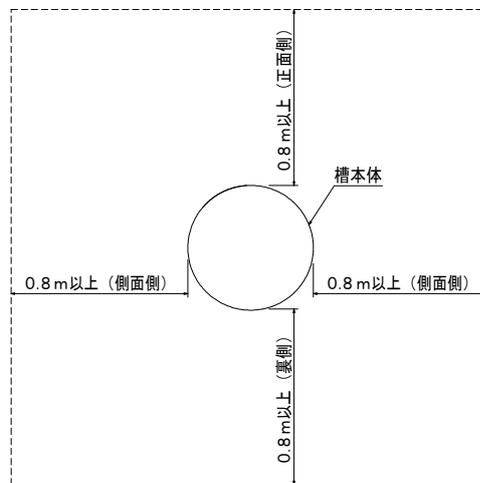
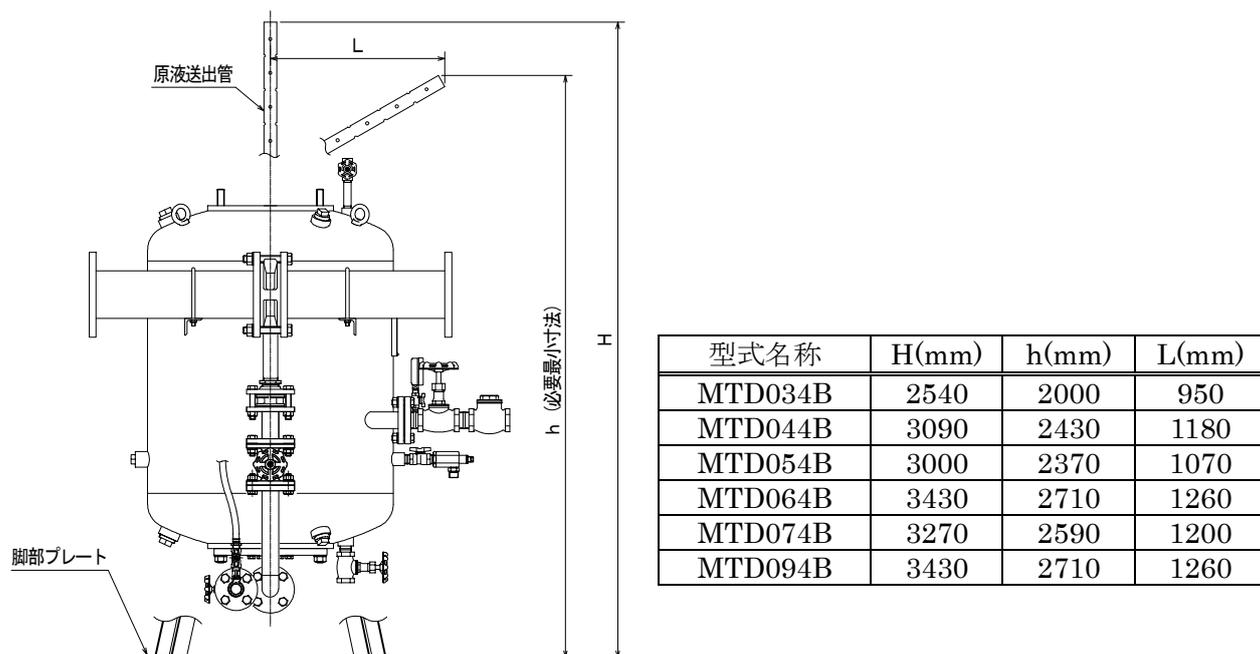

図 6. 必要メンテナンススペース
図 7. 槽上部必要スペース
①槽本体の据付
- 本機器の周辺は、操作、保守点検およびダイヤフラム交換などを行うための図 6 に示すメンテナンススペースを確保してください。
- ・ダイヤフラム交換時や保守点検の際に原液送出管を槽本体より出し入れする必要があります。そのため、本機器の設置を検討する際には、図 6 に示すスペースおよび槽上部に図 7 に示す泡原液槽の型式ごとに必要なスペースを確保するようにしてください。